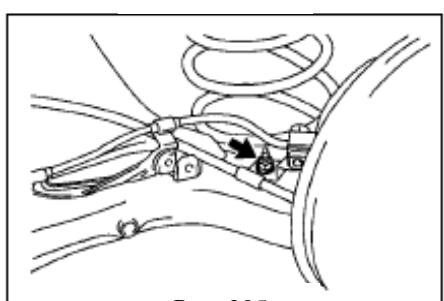

Рис. 205
- 6. Снимите правый трос ручного тормоза**, открутив гайки демонтируйте правый трос ручного тормоза с задней осевой рамы (рис. 205)